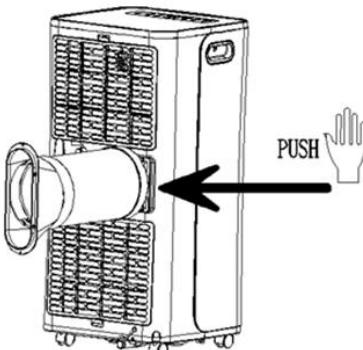

Figure 1
1.1 Installez l'ensemble caloduc (comme le montre la Figure 1)
- 2) Insérez le caloduc (l'extrémité du joint d'échappement) dans la fente d'aération du panneau arrière (poussez vers la gauche) et terminez l'assemblage (tel qu'illustré par la Figure 1).